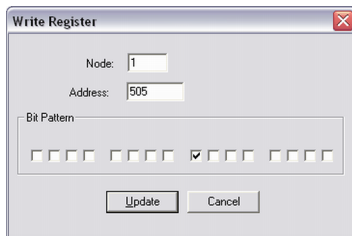

Abb. 315: Wirkleistungssollwert
- ⇒ Abb. 315 zeigt, wie mit Bit 7 der Wirkleistungssollwert 2 aktiviert wird.